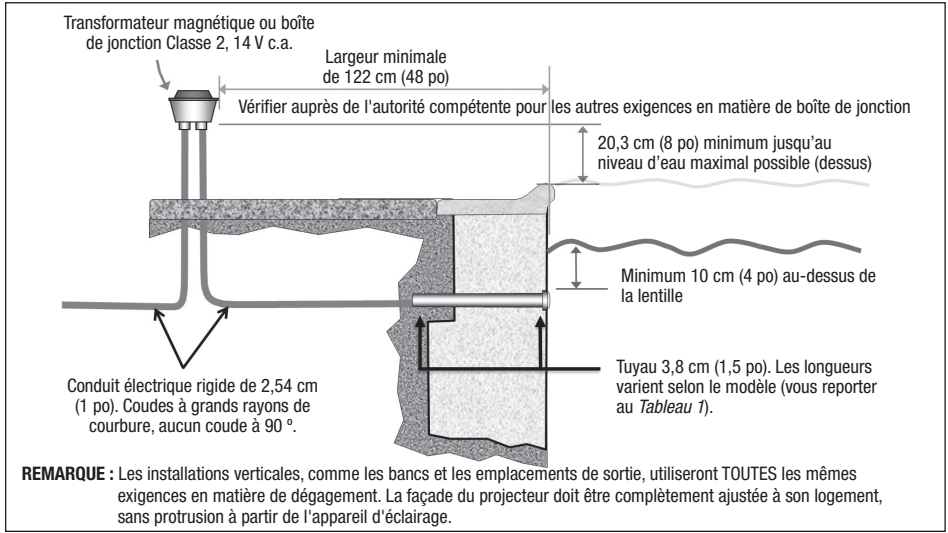

Figure 1. Installation du luminaire à DEL Jandy avec raccord en plastique standard de 3,8 cm (1,5 po)
REMARQUE : L'électricien doit compléter les étapes préparatoires avant d'installer le luminaire. Reportez-vous à la *Figure 1*.
1. La boîte de jonction ou le contrôleur de luminaire à DEL Infinite WaterColors, doit être indiquée pour une connexion directe par conduit aux luminaires et située au moins à huit (8) pouces au-dessus du niveau de l'eau, au moins à quatre (4) pouces au-dessus du niveau du sol et au moins à 48 pouces (4 pieds) du bord de la piscine, ou tel que requis par le code local. Reportez-vous à la *Figure 1*.
3. Une applique murale ou une buse de refoulement standard de 3,8 cm (1,5 po) en plastique (non fournie) doit être installée de façon à ce que le bord supérieur du luminaire subaquatique soit au moins à 10,2 cm (4 po) sous la surface de l'eau de la piscine. Reportez-vous à la *Figure 1*.